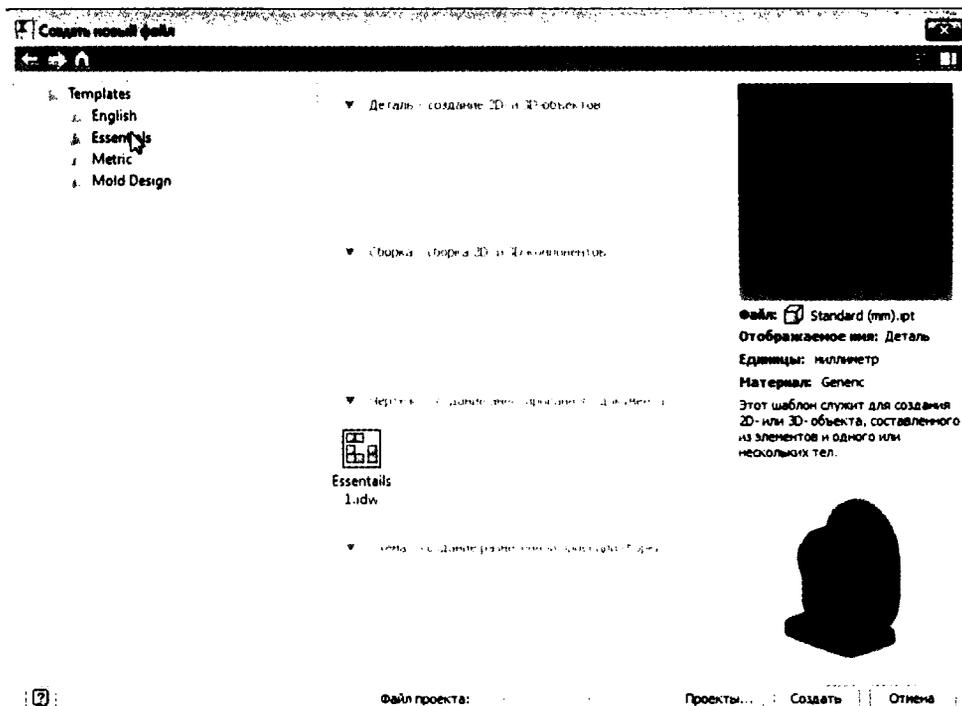

Рис. 5.9. Если пользователи открывают доступ к ресурсу с шаблонами, будет очень просто их исправлять
2. Нажмите на кнопку **Меню приложения** и раскройте опцию **Сохранить как**, далее выберите **Сохранить копию как шаблон**, как показано на рис. 5.9.
7. Выберите вкладку, чтобы увидеть какой шаблон можно использовать. См. рис. 5.9.